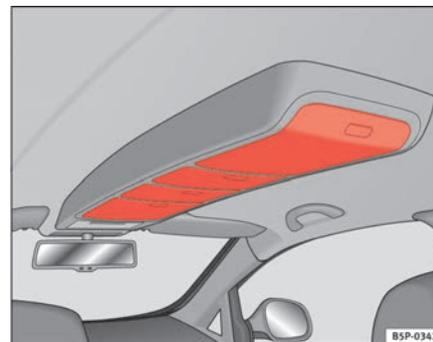

Fig. 104 Porta-objetos no tejadilho
- Premir o botão da tampa, para a abrir, ⇒ fig. 104. A tampa abre-se automaticamente.